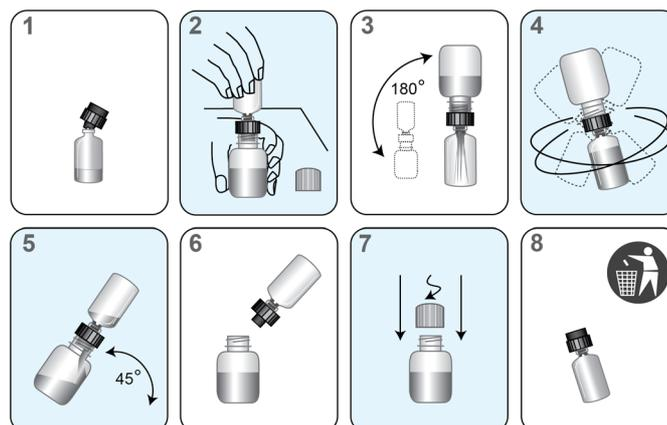

Abbildung 2. Rekonstitutionsverfahren
- b. Öffnen Sie das Fläschchen mit dem getrockneten Reagenz und stecken Sie das gekerbte Ende des Rekonstitutionsverbindungsstücks fest in die Fläschchenöffnung (Abbildung 2, Schritt 1).
- c. Öffnen Sie die entsprechende Rekonstitutionslösung und legen Sie den Deckel auf eine saubere, abgedeckte Arbeitsfläche. Halten Sie die Flasche mit der Lösung auf dem Labortisch fest und stecken Sie das andere Ende des Rekonstitutionsverbindungsstücks fest in die Flaschenöffnung (Abbildung 2, Schritt 2).
- d. Drehen Sie die zusammengebauten Flaschen langsam um. Lassen Sie die Lösung aus der Flasche in das Glasfläschchen ablaufen (Abbildung 2, Schritt 3). Warten Sie, bis das lyophilisierte Reagenz in Lösung gegangen ist und schwenken Sie dann die Lösung behutsam im Glasfläschchen, um sie zu vermischen. Beim Schwenken der Flasche Schaumbildung vermeiden (Abbildung 2, Schritt 4).
- e. Drehen Sie die zusammengebaute Einheit um und neigen Sie sie im Winkel von 45°, um die Schaumbildung auf ein Mindestmaß zu beschränken (Abbildung 2, Schritt 5). Lassen Sie die gesamte Flüssigkeit in die Plastikflasche zurücklaufen.
- f. Entfernen Sie das Rekonstitutionsverbindungsstück und das Glasfläschchen (Abbildung 2, Schritt 6).
- g. Verschließen Sie das Plastikfläschchen wieder (Abbildung 2, Schritt 7). Tragen Sie auf allen Fläschchen mit rekonstituierten Reagenzien die Initialen des Bedieners und das Rekonstitutionsdatum ein. Achten Sie darauf, dass Sie den Analyten (PCA3 oder PSA) auf den Sondenreagenzfläschchen vermerken.
- h. Entsorgen Sie das Rekonstitutionsverbindungsstück und das Glasfläschchen (Abbildung 2, Schritt 8).